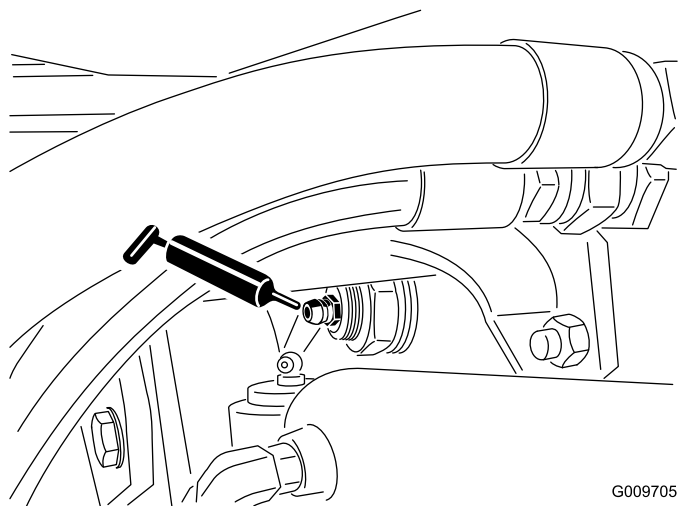

Figura 34
- Casquillos de pivote de eje trasero (2) tal y como se muestra en la Figura 34